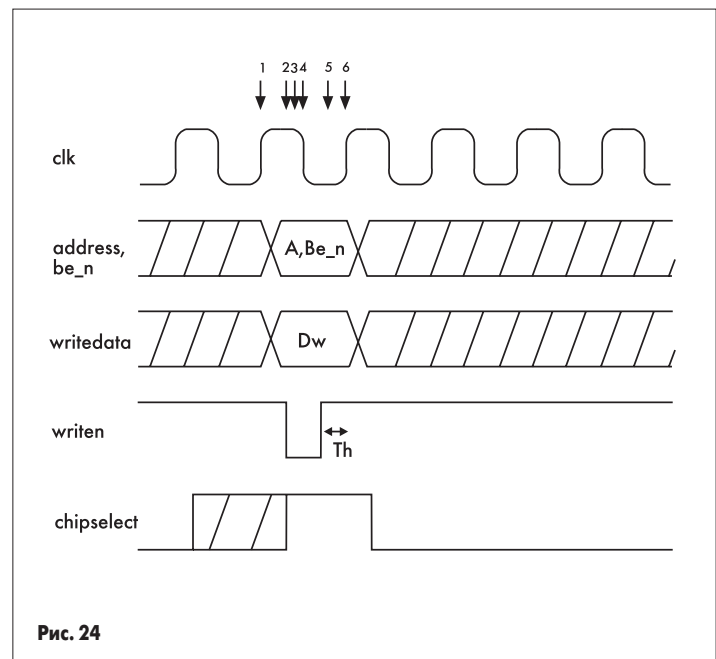

Рис. 24
* Пример показывает запись данных в синхронное периферийное устройство (см. рис. 24).